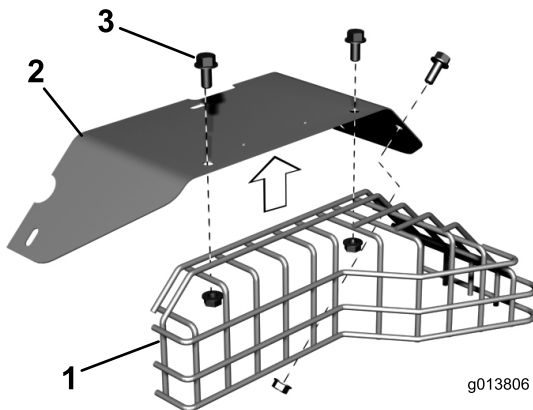

Bild 5
8. Entfernen Sie die drei Bundkopfschrauben und Bundmutter, mit denen das Auspuff-Schutzblech am Auspuffrohr befestigt ist (Bild 5). Bewahren Sie das Auspuff-Schutzblech und die zwei Bundkopfschrauben und Bundmutter auf.